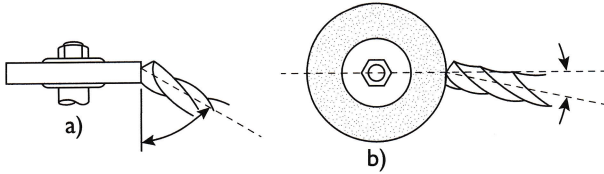

Fig. 4-7 Affûtage d'un foret.
3. Positionnez votre main gauche sur le guide de support pour obtenir l'angle voulu entre l'axe du foret et la face avant de la meule de l'affûteuse (figure 4-7 a), puis abaissez légèrement l'extrémité du foret (figure 4-7 b).